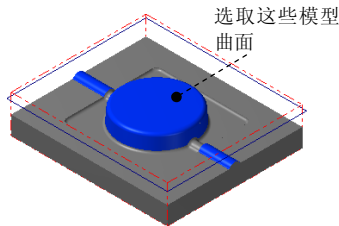

图 12.18 选取干涉面
(2) 单击 **干涉面** 区域中的 **✎** 按钮，选取图 12.18 所示的面为干涉面（共 10 个），然后按 Enter 键。单击 **✓** 按钮完成加工区域的设置，同时系统弹出“曲面精加工浅平面”对话框。